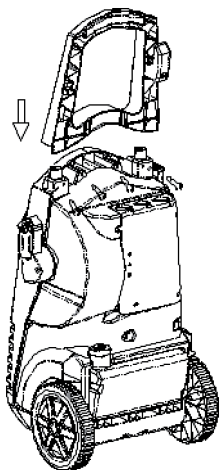

Fig 1.
2. Montere håndtaket (2): Trykk den ned ovenfra og fest den med skruene som følger med (se fig. 1).